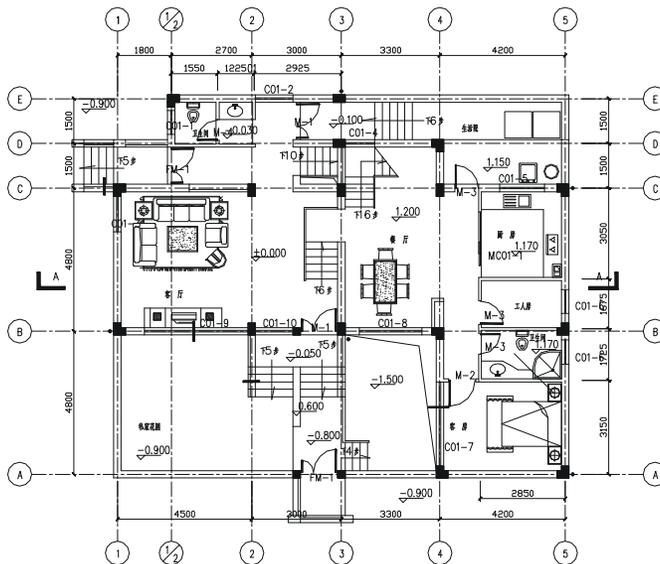
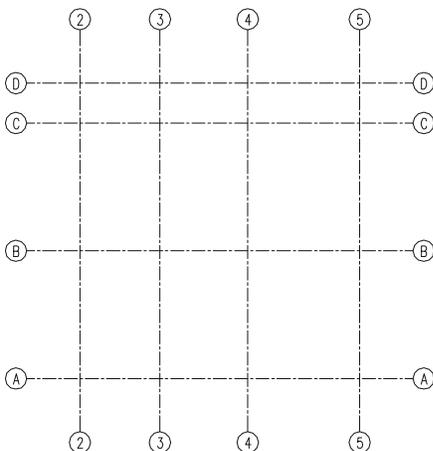
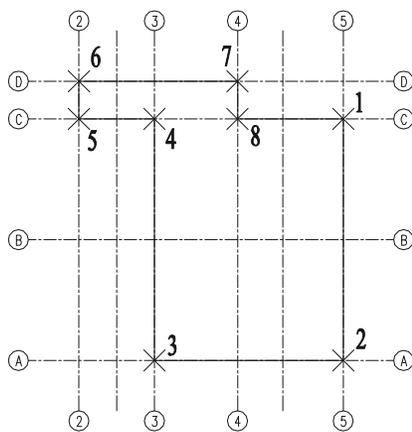

图 9-1-78
图 9-2-2
图 9-2-3
其他文字的标注可以使用复制命令 COPY，将已标注好的文字进行复制，并对其进行双击，在弹出的编辑对话框中，将其改为所需的文字即可，所有的文字标注如图 9-1-78 所示。
**STEP 01** 使用复制命令 COPY 将一层平面图如图 9-1-78 所示中的中轴线复制一个，并删除不需要的中轴线，得到如图 9-2-2 所示的中轴线。
**STEP 02** 使用偏移命令 OFFSET 将如图 9-2-2 所示的中轴线 2-2 和 4-4 分别向右偏移 1500、1800 得到半地下室的所有中轴线，如图 9-2-3 所示。
指定起点： // 单击如图 9-2-3 所示的点 1
// 单击如图 9-2-3 所示的点 2
// 单击如图 9-2-3 所示的点 3
// 单击如图 9-2-3 所示的点 4
// 单击如图 9-2-3 所示的点 5
// 单击如图 9-2-3 所示的点 6
// 单击如图 9-2-3 所示的点 7
// 单击如图 9-2-3 所示的点 8
// 单击如图 9-2-3 所示的点 1
- STEP 01 使用复制命令 COPY 将如图 9-1-78 所示的一层平面图复制一张。